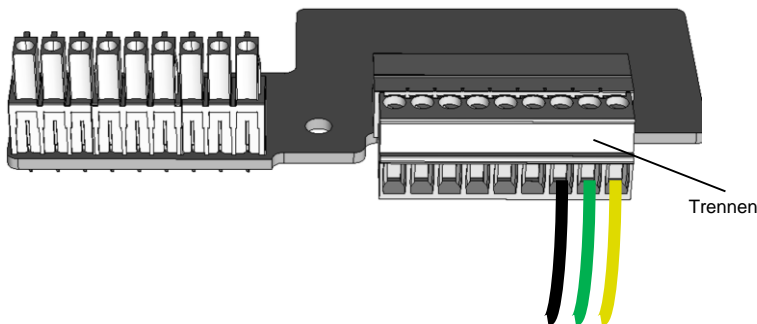

Abbildung 2: 9-Polige Klemmleiste zur Neuinstallation am Wechselrichter
- Bei Neuinstallation eines RS485-Anschlusses trennen Sie die 9-polige Klemmleiste vom RS485-Überspannungsschutz und verbinden Sie die RS485-Kabel mit den Kontakten G, A und B der 9-poligen Klemmleiste, wie in Abbildung 2 gezeigt.